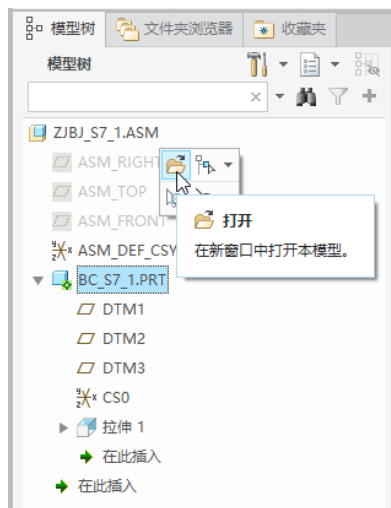

图 7-13 单击“打开”按钮
(1) 在模型树中单击 bc_s7_1.prt 节点以选中该零件节点。
(2) 从弹出的浮动工具栏中单击 （打开）按钮，如图 7-13 所示。